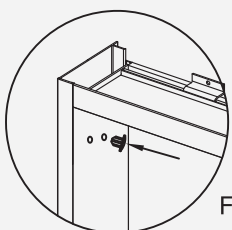

Fig 18
**3.** Complete los agujeros restantes con tapones de agujeros ③ (Fig 18). Llene los demás agujeros de los clips de estante con tapas decorativas ⑭ (Fig 19).